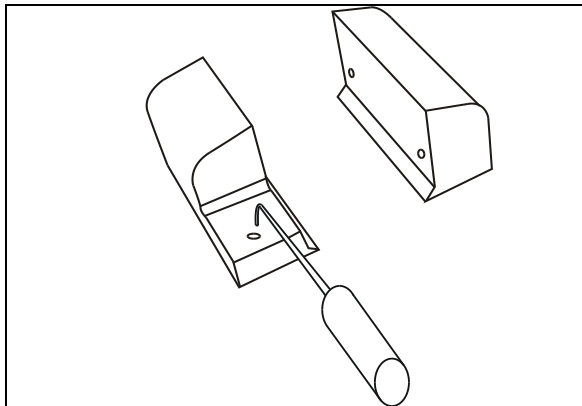

FIGURE 30: DÉMONTER LES BLOCS DE PLASTIQUE ACÉTAL SUPÉRIEURS AU MOYEN D'UN PIC.
3. Démontez les 2 blocs supérieurs de plastique acétal. Ils possèdent des trous pour pouvoir être démontés au moyen d'un crochet (Figure 30) depuis l'extérieur du véhicule. Si les blocs de plastique acétal sont trop difficiles d'accès, sortez légèrement la rallonge coulissante : le mouvement de la rallonge coulissante les rend accessibles.